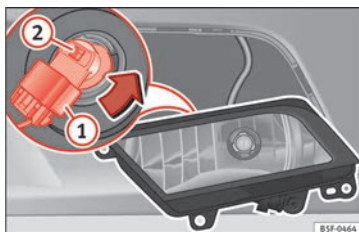

Bild 107 Dimljus fram.
- Ta bort kontakten » **bild 107** ① från glödlampen.
- Vrid lamphållaren » **bild 107** ② till vänster och dra.